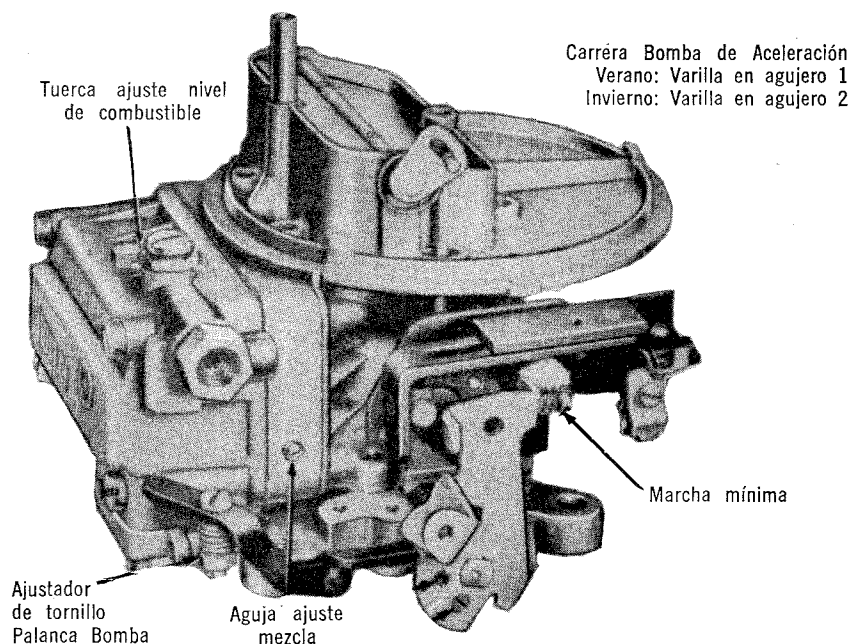

Fig. 1 — Ajustes del Carburador de 2 Gargantas. Típico.
1. Con las mariposas del acelerador totalmente abiertas, debe existir una holgura de 0,381 mm (0.015") entre la cabeza del tornillo de ajuste de la palanca de mando de la bomba de aceleración y el brazo de la bomba, cuando dicho brazo está totalmente comprimido con la mano (Fig. 1). Apriete el tornillo de ajuste para aumentar la holgura; aflójelo para disminuirla. Media vuelta del tornillo de ajuste equivale a 0,381 mm (0.015").
2. El agujero superior (Nº 1) en la leva de la bomba de aceleración (Fig. 1), es para climas cálidos o temporada de calor y suministra la mínima descarga de la bomba. El agujero inferior (Nº 2) es para funcionamiento cuando hace mucho frío y suministra la máxima descarga de la bomba.